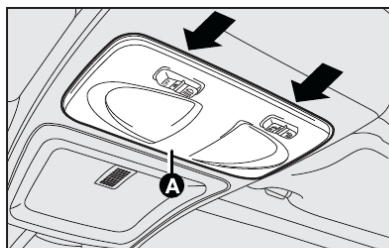

fig. 36
1) Com uma chave de fenda nos pontos indicados **fig. 36**, remover o conjunto da luz interna montada a pressão pelas travas;